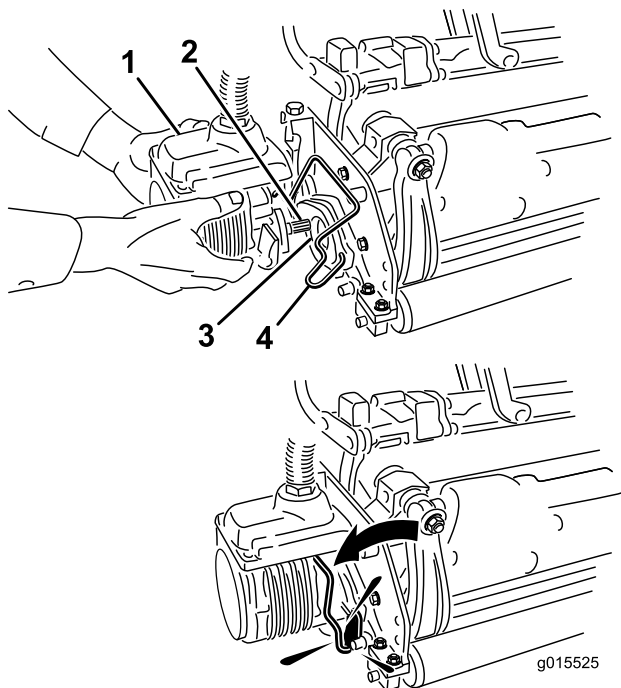

Figura 37
6. Revista o veio estriado do motor da unidade de corte com massa lubrificante limpa (Figura 37).
7. Insira o motor no lado esquerdo da unidade de corte (visto da posição do operador) e empurre a barra de retenção do motor na unidade de corte na direcção do motor até ouvir um “clique” de ambos os lados do motor (Figura 37).